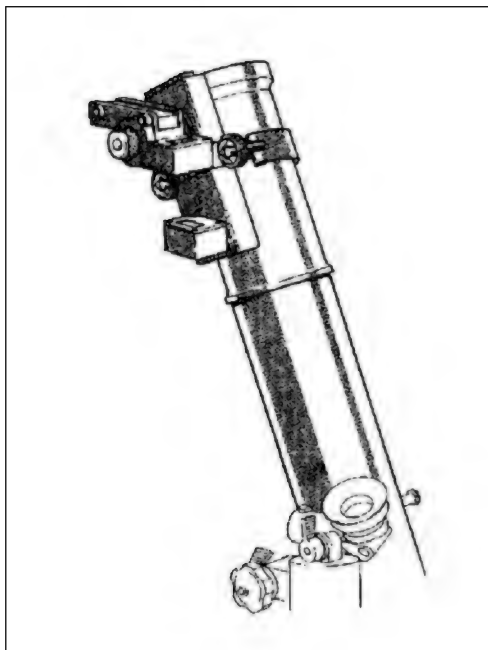

Fig 3-2. Aparelho de Alinhamento instalado no tubo
**a.** Instala-se o aparelho de alinhamento no tubo do morteiro através de suas correias de segurança, certificando-se que sua projeção superior esteja corretamente posicionada. Coloca-se a elevação do morteiro em 1200 milésimos e nivela-se as bolhas de nível. (Fig 3-2)